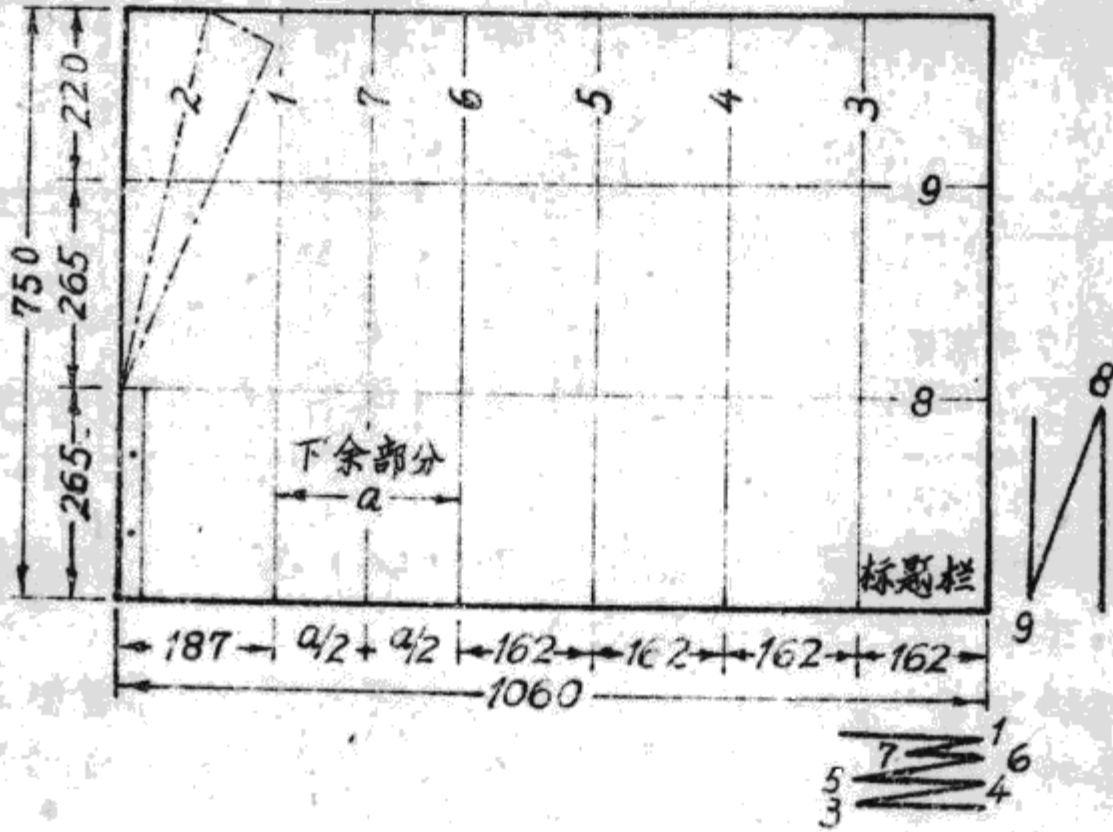

图 3.3 甲号图纸 (横放) 的摺法。
4. 为了装订成甲尺寸的册，必须先将它的左上角摺起，然后按图 3.3~3.10 的方法和图线上表示的顺序摺迭。